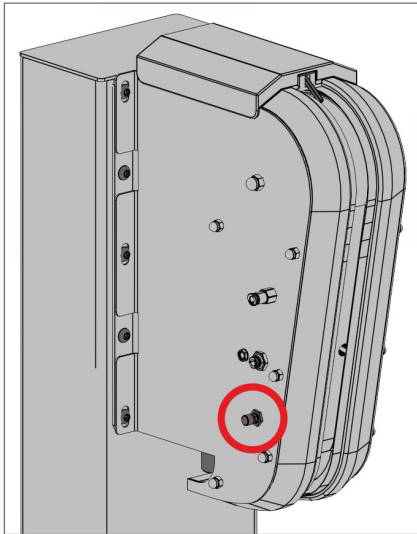

Abb. 36 Drosselventil betätigen
05. Stellen Sie sicher, dass der Kronkorken mittig an den Magneten des Verkorkerkopfs anliegt. Wenn der Kronkorken nicht zentriert ist, erhöhen oder verringern Sie den Druckluftimpuls über das Drosselventil (Abb. 36).